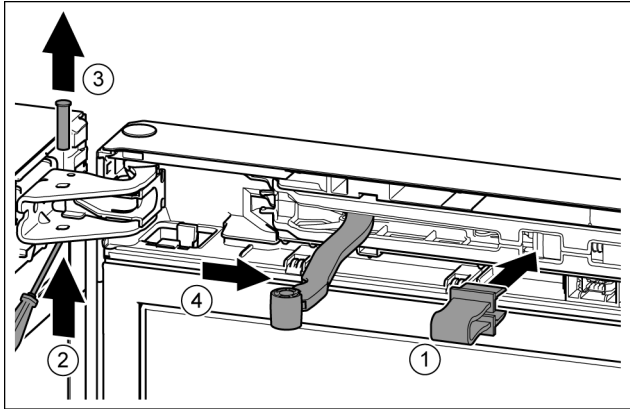

Fig. 10
- ▶ Зафіксуйте запобіжник в отворі. *Fig. 10 (1)*
- ▶ Виштовхніть палець за допомогою викрутки. *Fig. 10 (2)*
- ▶ Вийміть гвинт рухом нагору. *Fig. 10 (3)*
- ▶ Поверніть шарнір у напрямку дверцят. *Fig. 10 (4)*